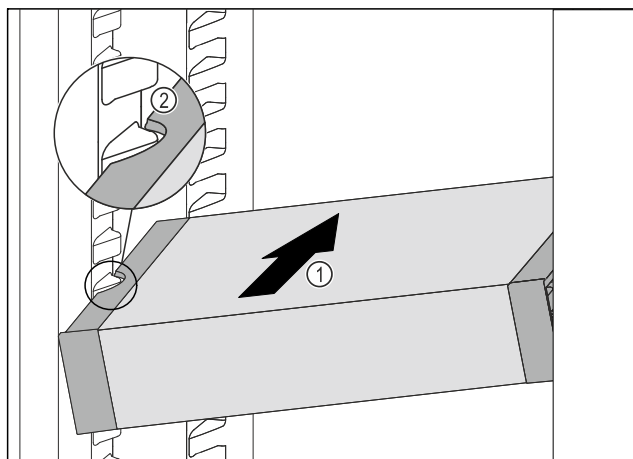

Fig. 170
- Predal VarioSafe potiskajte poševno v hladilnik Fig. 170 (1), dokler stranska izreza Fig. 170 (2) predala VarioSafe nista na višini nastavka za posodo v hladilniku.